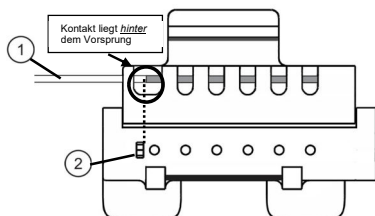

Abbildung 2. Vollständig in den Block eingeführte Elektrodenableitung mit ausgerichteten Kontakten
- Unmittelbar nach Abschluss der Platzierung der Elektrode müssen die Ableitungsendkontakte (1) über den Verbindungsblock am Kabel angeschlossen werden. Die Ableitung der Elektrode (1) vorsichtig in den Verbindungsblock einführen und sicherstellen, dass die Kontakte an der Elektrodenableitung mit den Stiften im Verbindungsblock ausgerichtet sind. Die korrekte Ausrichtung ist in **Abbildung 2** dargestellt.
- Sicherstellen, dass die Elektrodenableitung (1) vollständig eingeführt wurde. Der letzte eingeführte Kontakt muss **hinter** dem Vorsprung (2) auf der Passfläche liegen (siehe **Abbildung 2**).